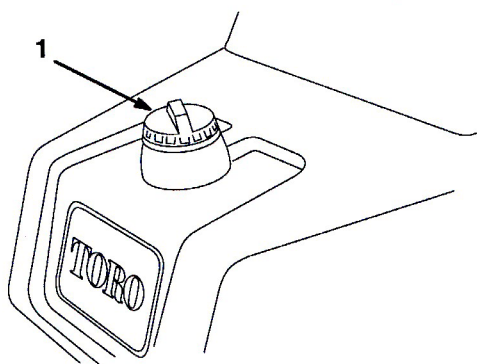

図 15
1. 燃料タンクのキャップ（図15）周辺をきれいに拭く。燃料を補給する時は、タンク上面から約25 mm下のレベルを超えて給油しない。これは、温度が上昇して燃料は膨張したときにあふれないように空間を確保するためである。燃料タンク一杯に入れないこと。